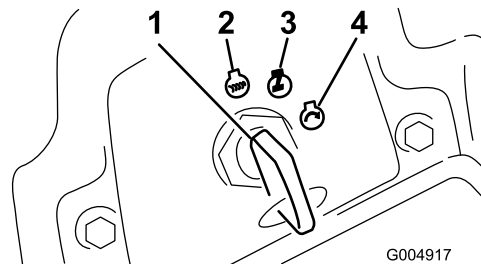

Figura 19
6. Rode a chave da ignição no sentido dos ponteiros do relógio para a posição Run (Figura 19).
- 3. Rode a chave da ignição para a posição Off (desligar) (Figura 19). Espere até que todas as peças em movimento parem, antes de sair da posição de operação.